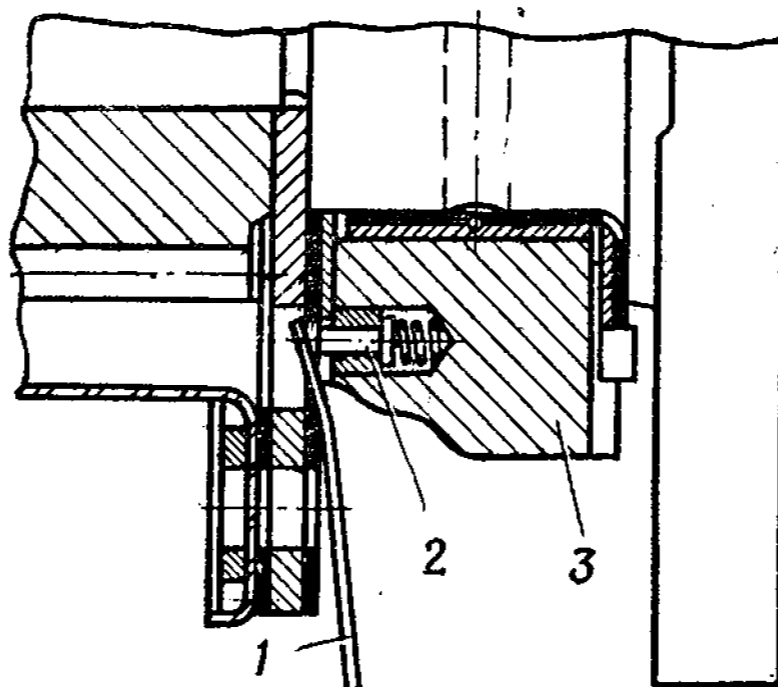

Рис. 16. Снятие крышки переднего коренного подшипника:
12. Заложить тонкую стальную пластину 1 (рис. 16) шириной 8—10 мм в щель между пластиной крышки распределительных шестерен и передним торцом крышки